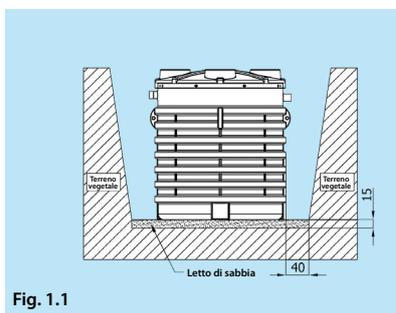

Fig. 1.1
**Fig. 1.1** - Preparare una buca di idonee dimensioni con fondo piano, in modo che intorno al serbatoio vi sia uno spazio di almeno **40 cm**. In presenza di terreni pesanti (es: substrato argilloso) e/o falda superficiale la distanza deve essere almeno di 50 cm. Stendere sul fondo dello scavo un letto di sabbia alto **più di 15 cm** in modo che il serbatoio poggi su una base uniforme e livellata. Lo scavo deve essere realizzato almeno ad 1 m di distanza da eventuali costruzioni.